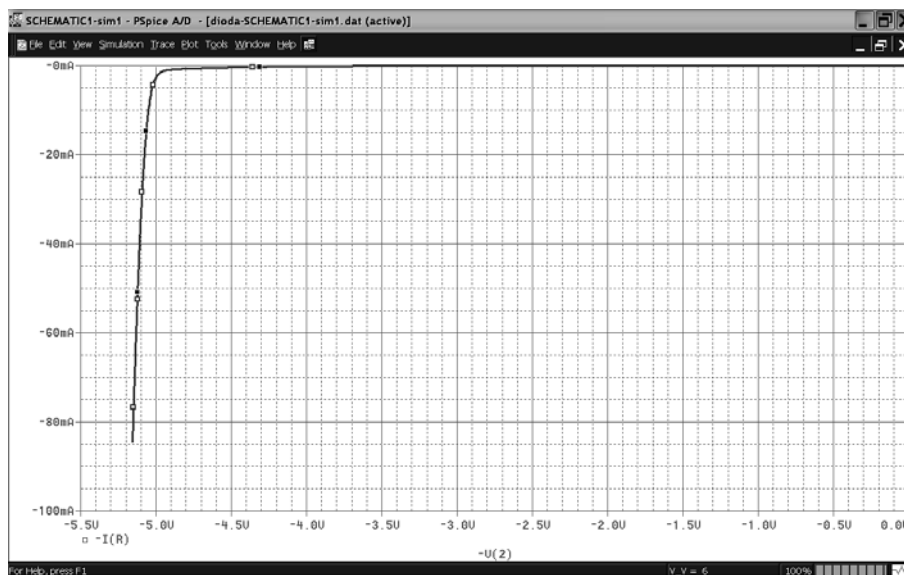

Figura 5.46. Caracteristica diodei Zener D1N751 pentru 0 °C
3. Trasați caracteristica inversă prin baleierea sursei între -6 V și 0 V. Măsurați pe caracteristică tensiunea Zener (figura 5.46).